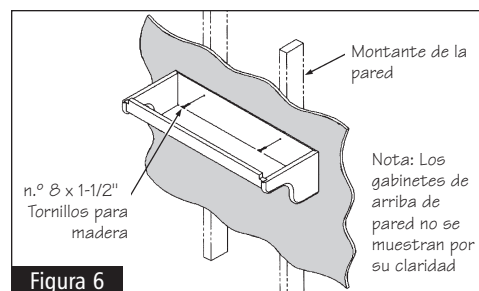

Figura 6
- 4 Use una broca de 5/32", taladre dos agujeros guía de 1/2" de profundidad a través de la base de la pared superior del gabinete en los mismos lugares donde se taladraron en el paso 2. Vea la figura 6. **NOTA:** Asegúrese que no taladre la SUC36T. Si enrolla un pedazo de cinta alrededor del extremo de la broca de 1/2" le ayudará a taladrar la correcta profundidad.